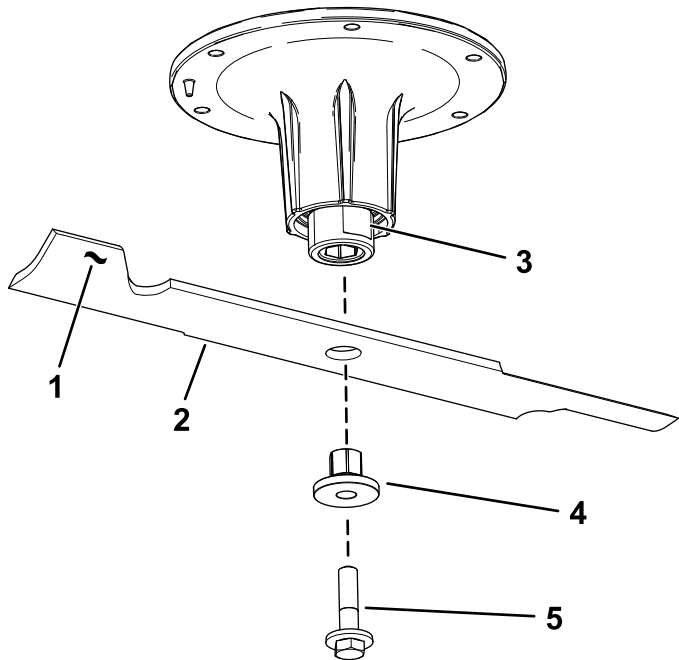

Figura 76
2. Rimuovete il bullone della lama, la boccola e la lama dall'albero del fusello (Figura 76).